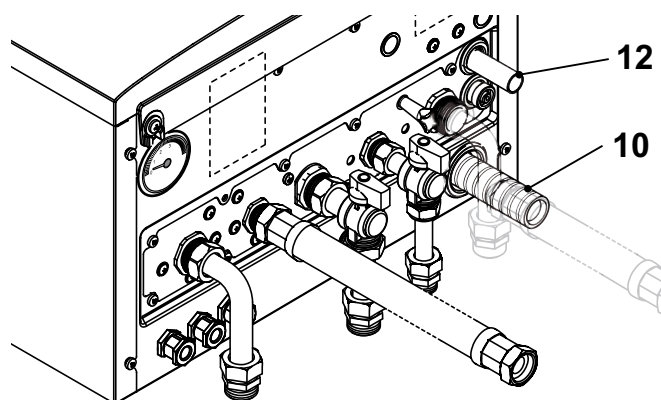

Figura 5.4
- Collegare lo scarico della valvola di sicurezza 12 (Figura 5.4 ) ad un imbuto di scarico.
- Inserire il tubo flessibile di scarico condensa 10 (Figura 5.4 ) all'interno del condotto di scarico condensa domestico o nell'imbuto di scarico della valvola di sicurezza, qualora lo scarico sia idoneo a ricevere condensa acida.